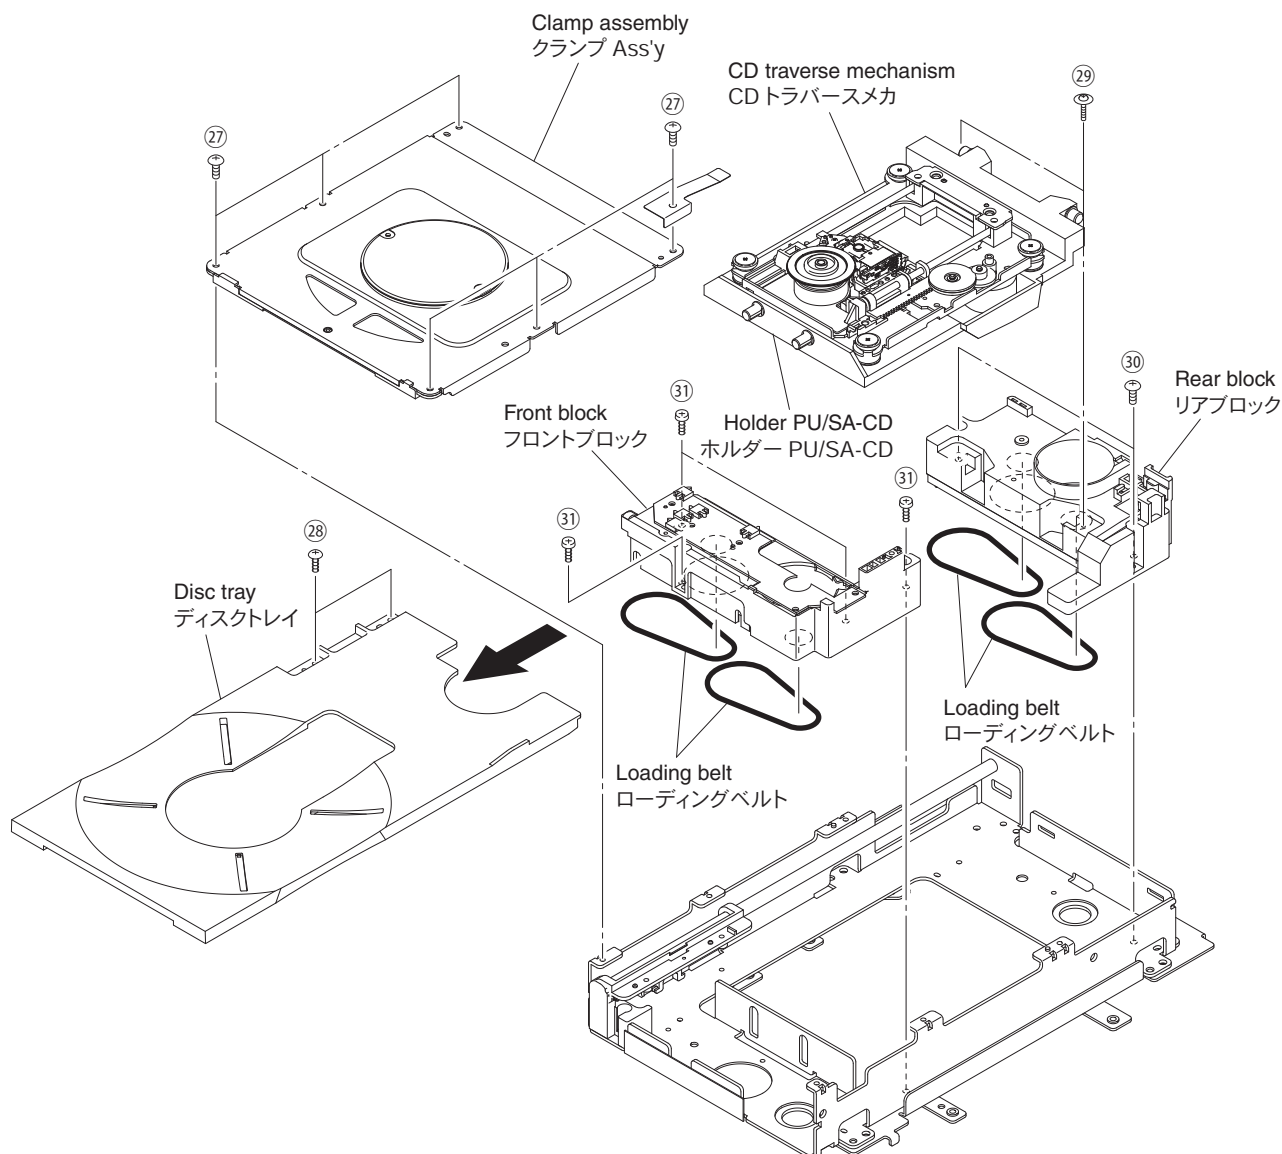

Fig. 12
- Remove 6 screws (27) and then remove the clamp assembly. (Fig. 12)
- Push out the disc tray by pushing its rear. (Fig. 12)
- Remove 2 screws (28) and then remove the disc tray. (Fig. 12)
- Remove 2 screws (29). (Fig. 12)
- Remove the CD traverse mechanism together with the holder PU/SA-CD. (Fig. 12)
- Remove 2 screws (30) and then remove the rear block. (Fig. 12)
- Remove the 2 loading belts. (Fig. 12)
- Remove 4 screws (31) and then remove the front block. (Fig. 12)
- 27 のネジ 6 本を外し、クランプ Ass'y を外します。 (Fig. 12)
- ディスクトレイの後方を押し、ディスクトレイを押し出します。 (Fig. 12)
- 28 のネジ 2 本を外し、ディスクトレイを外します。 (Fig. 12)
- 29 のネジ 2 本を外します。 (Fig. 12)
- CD トラバースメカをホルダー PU/SA-CD と一緒に外します。 (Fig. 12)
- 30 のネジ 2 本を外し、リアブロックを外します。 (Fig. 12)
- ローディングベルト 2 本を外します。 (Fig. 12)
- 31 のネジ 4 本を外し、フロントブロックを外します。 (Fig. 12)